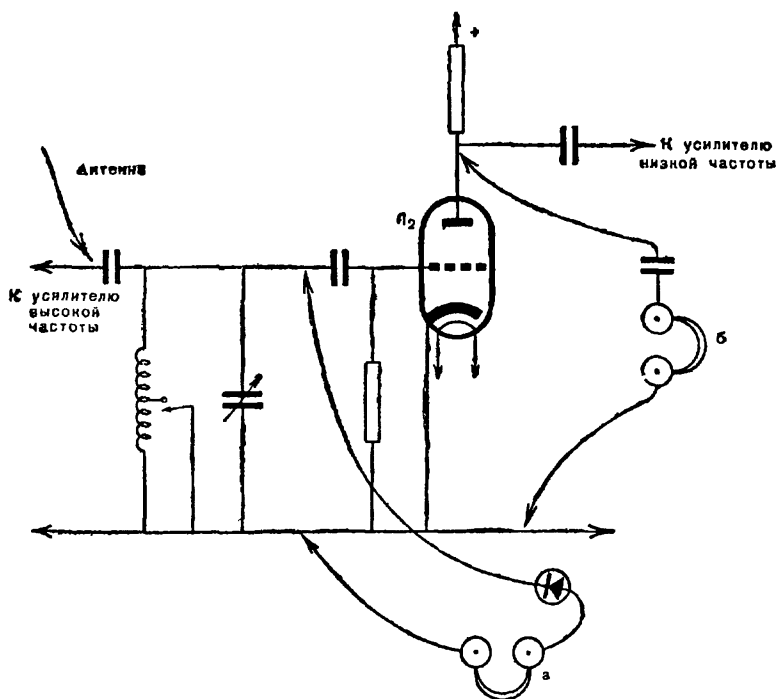

Рис. 47. Схемы испытания радиоконструкции пробниками:
1. Напряжение на лампе 2. Работу колебательного контура и диапазоны  3. Работу лампы как детектора	Вольтметром или лампочкой 6 в Испытателем с детектором и телефоном по схеме (рис. 47, а). Присоединив антенну к контуру этой ступени, проверяют на радиоприем Проверяют на прием станций испытателем с конденсатором и телефоном по схеме (рис. 47, б). Детали гридлика полезно подобрать опытным путем
1. Напряжение на лампе 2. Работу колебательного контура и диапазоны  3. Работу лампы как усилителя	Вольтметром или лампочкой 6 в Присоединив антенну к гнезду А, проверяют на прием станций испытателем с детектором и телефоном по схеме (рис. 47, а) Проверяют на радиоприем испытателем с детектором и телефоном по схеме (рис. 47, а)